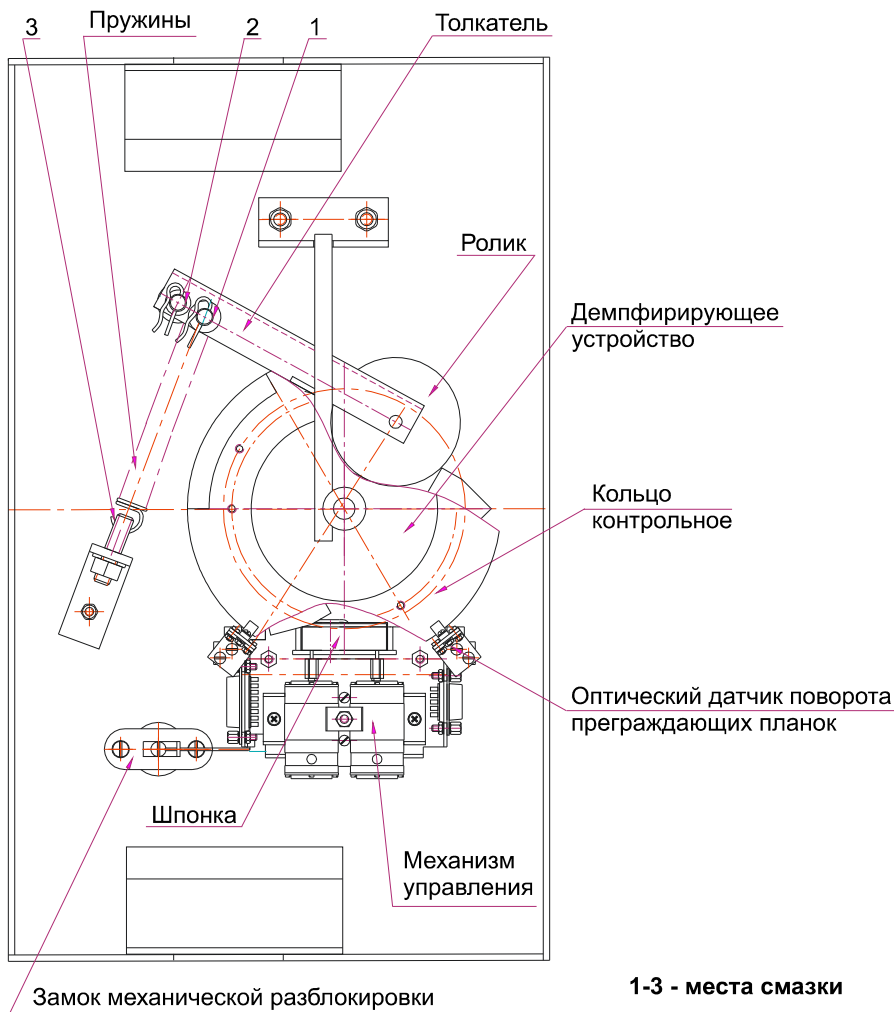

Рисунок 9 — Расположение внутренних деталей и узлов стойки ЭП
- снимите крышку (3) в порядке, указанном в разделе 6;
- осмотрите устройство доворота (толкатель, пружины и ролик), оптические датчики поворота преграждающих планок и демпфирующее устройство (см. рисунок 9);
- механизмы секретности замка механической разблокировки (7) и зам-